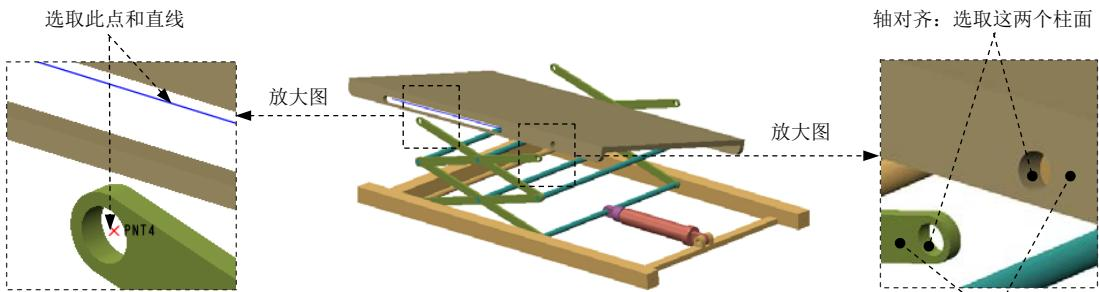

图 3.17.72 创建连接
Step1. 引入工作台元件 TABLE.prt，并将其调整到图 3.17.72 所示的位置。
(1) 在“元件放置”操控板的机械连接约束列表中选择 销 选项。
(2) 定义“轴对齐”约束。单击操控板中的 **放置** 按钮，分别选取图 3.17.72 中的两个柱面为“轴对齐”约束参考，此时 **放置** 界面如图 3.17.73 所示。
(3) 定义“平移”约束。在 **约束类型** 下拉列表中选择 距离 选项，分别选取图 3.17.72 中的两个平面为“平移”约束的参考，偏移距离值为 10，此时 **放置** 界面如图 3.17.74 所示。
(2) 定义“直线上的点”约束。选取图 3.17.72 所示的点和直线为约束参考，此时 **放置** 界面如图 3.17.75 所示。